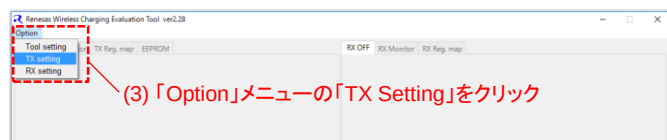

図3.3 制御ツールのTX setting 2 wire I/F Slave/Master setting方法
- (1) TXボードにモバイルバッテリーもしくは外部電源から入力電圧5Vを印加し、TXボードのSW2をONにして下さい。
- (2) 制御ツール「RWCE_Tool.exe」を実行すると図3.3に示すような初期画面が表示されます。
- (3) 「Option」／「TX setting」を選択するとTX setting 画面が開きます。
- (4) 「Setting1」の「Master」を選択しTX setting下部の「Close」ボタンを押して下さい。